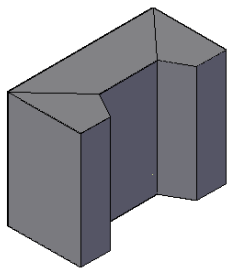

图 12-20 创建顶面
3、4、5、6、7和8，绘制顶面模型，结果如图12-20所示。